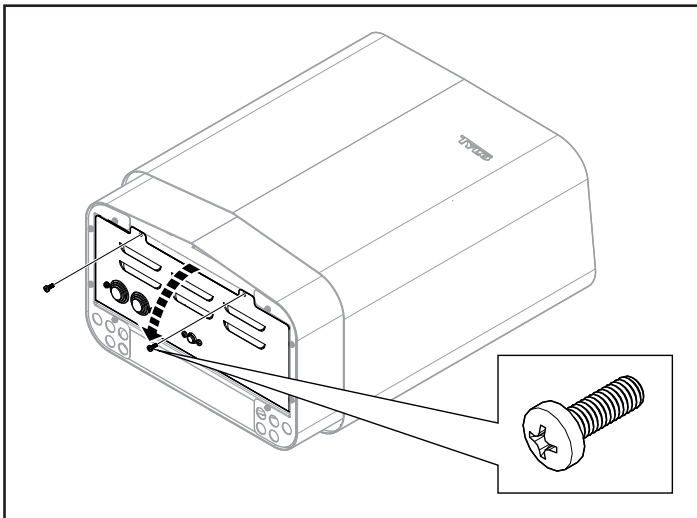

Fig 10: Öppna/stänga luckan
2. Lossa skruvarna och öppna luckan (se Fig 10).
5. Stäng luckan och skruva i skruvarna (se Fig 10).